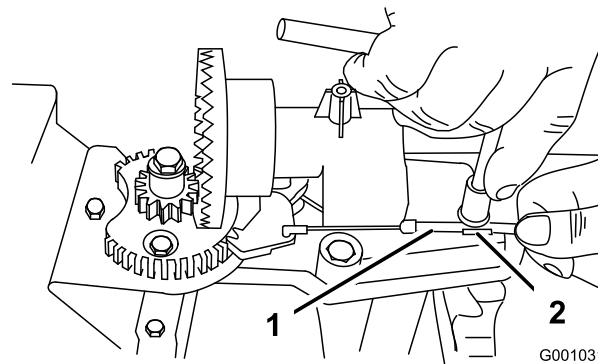
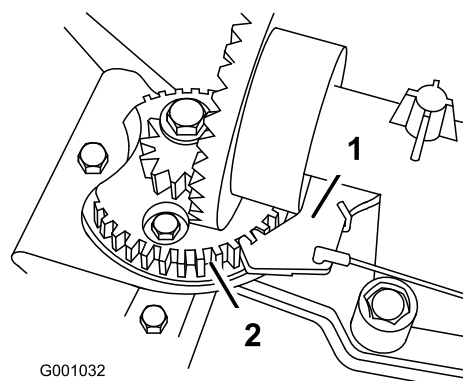

Bild 48
Bild 49
- Lösen Sie die Schraube an der Kabelklemme (Bild 48).
- Fassen Sie den Kabelstrang an und schieben Sie ihn nach vorne an der Maschine, bis der Auswurfkanalriegel ganz in die Zahnräder des Getriebes greift (Bild 48 und Bild 49).
Hinweis: Der Riegel ist gefedert und ist so konstruiert, dass er in die Zahnräder des Getriebes greift (Bild 49).